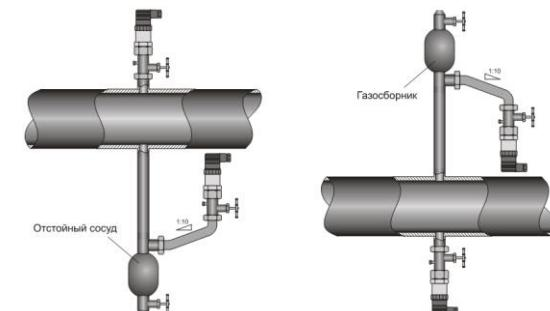

Рисунок 2. Монтаж датчика для измерения давления газа (слева) и жидкости (справа).
4.3. Механическое присоединение датчиков рекомендуется производить с ориентацией, при которой соединительная линия от места отбора давления имеет односторонний уклон ( $\geq 1:10$ ) вверх к датчику, если измеряемая среда – газ, и вниз к датчику, если измеряемая среда – жидкость (см. рис. 2.). Если это невозможно, при измерении давления газа в нижних точках соединительных линий следует устанавливать отстойные сосуды, а при измерении давления жидкости в наивысших точках